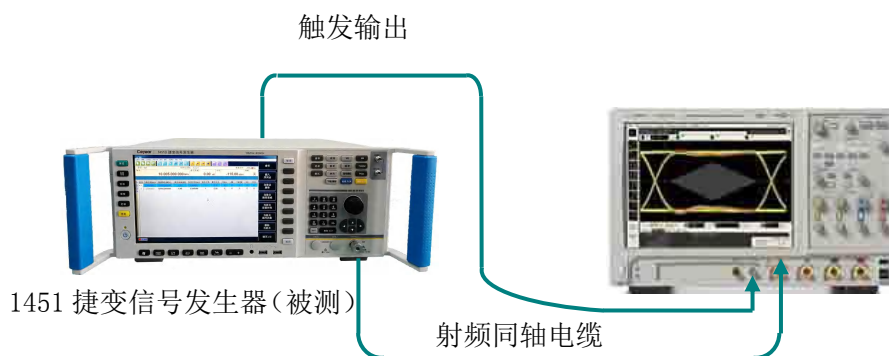

图6.11 模拟仿真平台特性测试
测试框图：见图 6.11
1) 如图 6.11 连接设备，开机预热至少 30min。
- 1) 如图 6.11 连接设备，开机预热至少 30min。